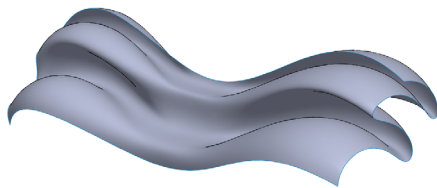

图 7-53 创建扫描曲面效果
(5) 单击【确定】按钮, 即可创建扫描曲面, 如图7-53所示。